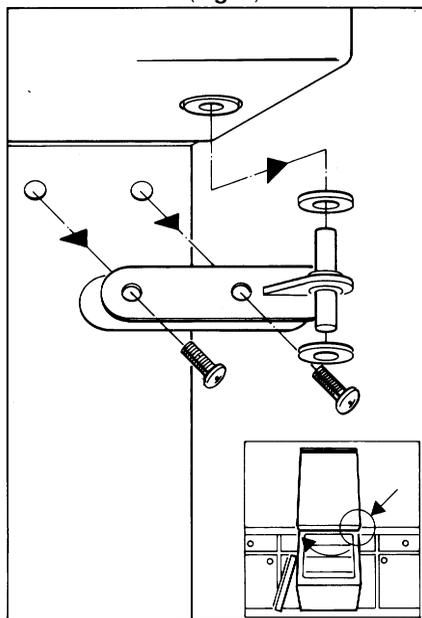

Fig. 5
- ❑ Svitare la cerniera intermedia e togliere la porta dello scomparto refrigerante tirandola verso il basso (**Fig. 5**).